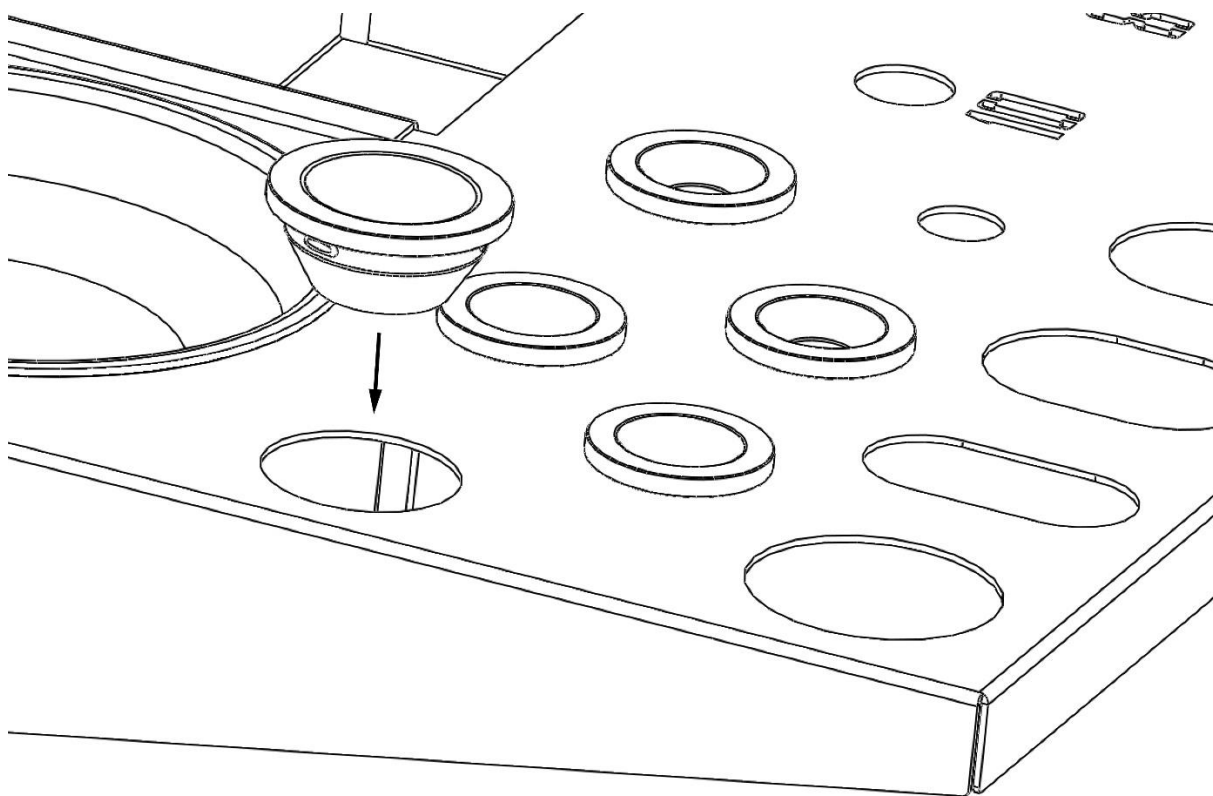

Figura 11: Portaobjetos de plástico opcionales para destornilladores
6. Vuelve a colocar la tapa de plástico en el brazo adicional (Figura 11). Usa un mazo de goma o una herramienta blanda similar.
- ◆ Los portafusillas de plástico incluidos pueden usarse para evitar que los destornilladores se inclinen en la bandeja de herramientas. Se instalan insertándolos en los recortes desde la parte superior y empujándolos hacia dentro (Figura 11)